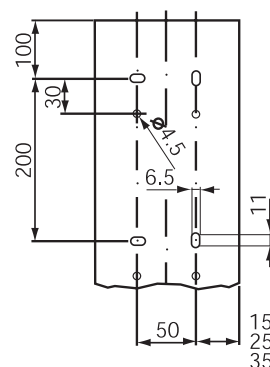

Рис. 2
- шириной 80, 100 и 120 мм (рис. 2);